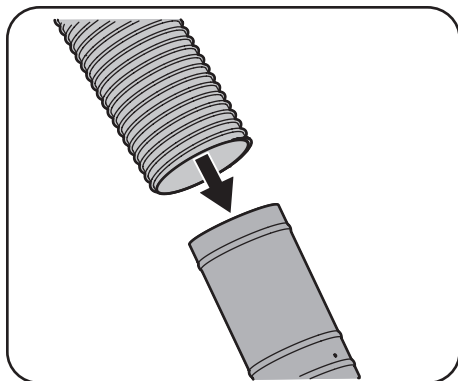

Figure 4-22
2. Faites glisser le tube de goulotte sur le coude de goulotte monté sur le plateau de coupe, comme illustré à la Figure 4-22.